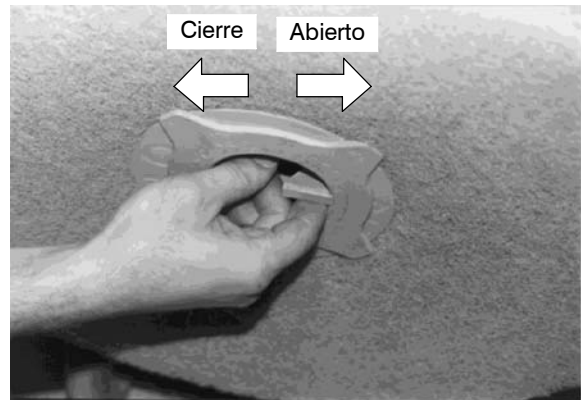

FIG. 20
1. Retire la almohadilla pulidora. Limpie y sustituya o instale una almohadilla nueva (Figure 20).